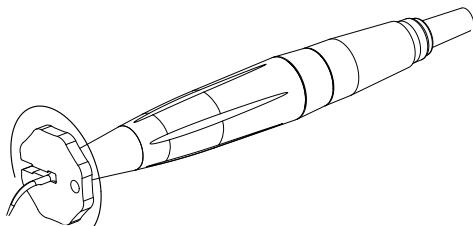

Fig. 5 Serraggio della punta con l'apposita chiave
3. Sterilizzare le punte prima dell'uso (Capitolo 6 "Sterilizzazione e pezzi di ricambio"). Montare la punta selezionata con l'ausilio della chiave in dotazione, serrandola moderatamente (Fig.5 sotto).